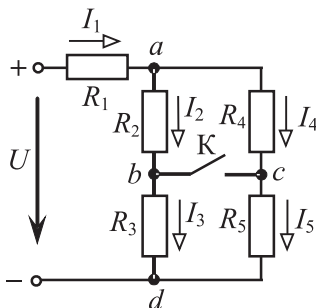

Рис. 1.10
**Задача 1.16.** В цепи (рис. 1.10)  $U = 72 \text{ В}$ ,  $R_1 = R_2 = 3 \text{ Ом}$ ,  $R_3 = 12 \text{ Ом}$ ,  $R_4 = 6 \text{ Ом}$ ,  $R_5 = 4 \text{ Ом}$ . Определить токи в ветвях при разомкнутом и замкнутом ключе К.